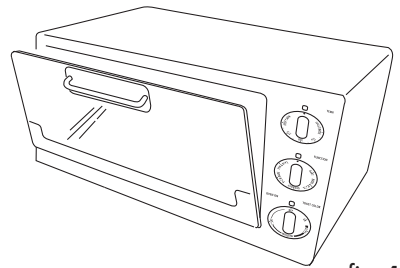

fig. 1
- Posez l'aliment à griller sur la grille diététique (P) insérée sur la lèche-frite (H) et posez le tout dans la glissière 1.
- Refermez la porte, jusqu'à entendre un "déclick" (voir figure 1).
- Tournez le bouton du sélecteur de fonctions (D) sur BROIL ou BROIL & ROTIS.
- Tournez le bouton du minuteur (B) sur "ON".
- À la fin de la cuisson, ramenez manuellement le bouton minuteur (B) sur "OFF".
- Placez le bouton thermostat (A) sur la pos. TOAST/BROIL.
- Tourner le bouton de sélecteur de fonction (D) en pos. BROIL & ROTIS.